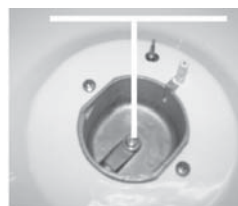

Figura 2
- inserire una chiave esagonale a tubo (7 mm) dentro il supporto bruciatore (Figura 2)